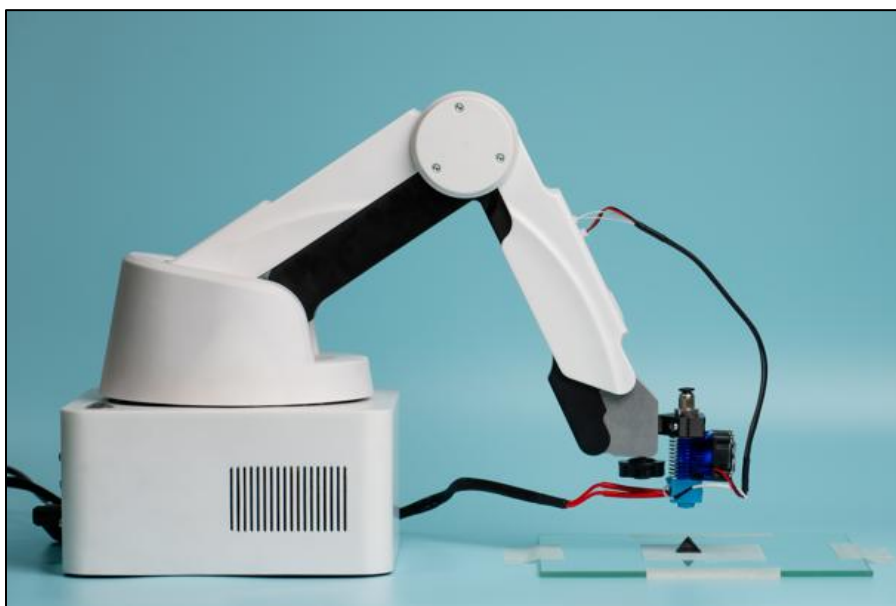

Рисунок 28 – Расположение защитного стекла
3. Подготовьте поверхность для 3D-печати (см. Рисунок 28):